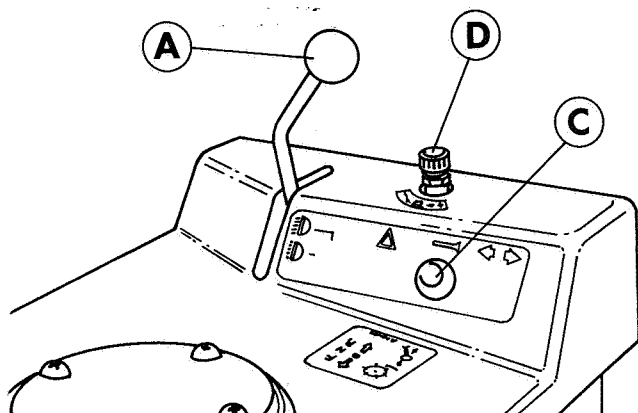

Fig.24
5. Select the desired cylinder speed (D Fig.24). To cut longer grass particularly at higher heights of cut reduce the cylinder speed by turning the handwheel anticlockwise. Lower cylinder speeds will produce a more efficient cut in longer grass conditions. In short grass conditions maximum cylinder speed may be used to give a finer cut if required.
5. Gewünschte Zylinderdrehzahl einstellen (D Abb.24). Es wird empfohlen, die Zylinderdrehzahl beim Schneiden von längerem Gras - insbesondere bei höherliegender Schnitthöhe - durch Drehen des Handrädchens gegen den Uhrzeigersinn zu verringern. Durch eine niedrige Zylinderdrehzahl kann die Schneidleistung erhöht werden. Bei kurzem Gras kann auf Wunsch durch Einstellen der Höchst-drehzahl ein feinerer Schnitt erzielt werden.
5. Sélectionnez la vitesse du cylindre voulue (D Fig.24). Pour couper de l'herbe plus longue en particulier à des hauteurs de coupe plus élevées diminuez la vitesse du cylindre en tournant le volant dans le sens contraire des aiguilles d'une montre. Des vitesses de cylindre plus faibles produiront une meilleure coupe dans des conditions d'herbe longue. Pour de l'herbe courte, une vitesse de cylindre maximum peut être utilisée pour donner une coupe plus fine si nécessaire.
5. Kies de gewenste cilindersnelheid (D Afb.24). Voor het maaaien van lang gras, vooral met hoge maaaihoogte, dient u de cilindersnelheid te verminderen door het handwiel tegen de klok in te draaien. Lagere cilindersnelheden zorgen voor efficiënter maaaien in langere grascondities. Bij korte grascondities kunt u maximum cilindersnelheid gebruiken voor een fijner maaieresultaat indien gewenst.